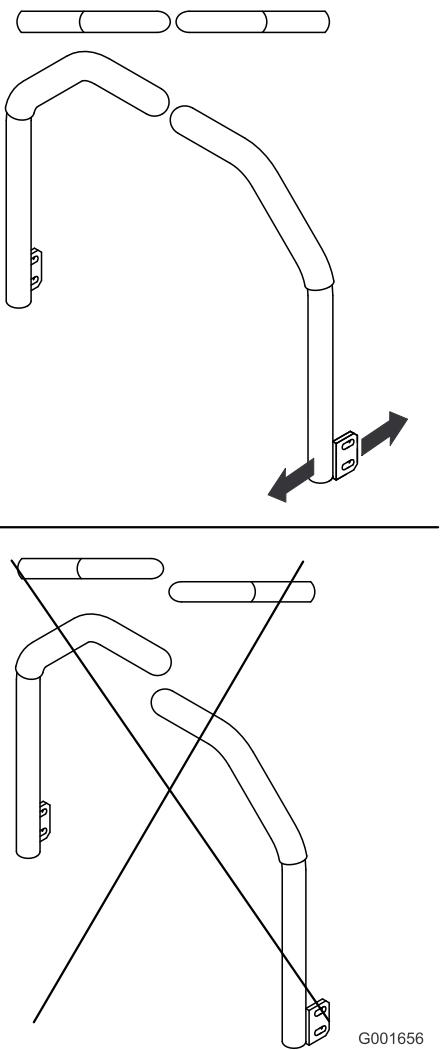

Bild 55
5. Stellen Sie die Fahrantriebshebel so ein, dass sie ausgefluchtet sind und ziehen Sie die Schrauben an, um die Hebel an den Streben zu befestigen (Bild 55).